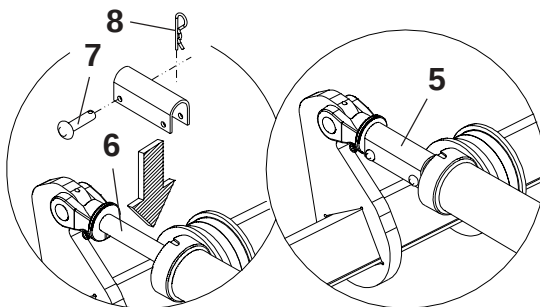

FIGURA 23
3 - Em seguida levante as linhas através do acionamento total do curso do cilindro hidráulico e coloque a trava (5) na haste do cilindro (6) travando com o pino (7) e trava (8), **conforme mostra a figura 23.**